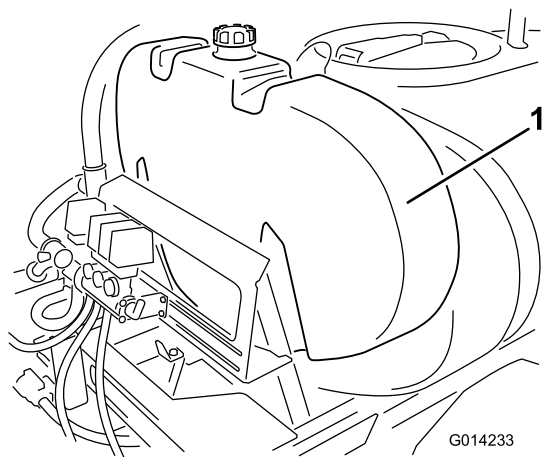

Bild 9
- Bauen Sie den Spülbehälter, wie in (Bild 9) dargestellt, ein.